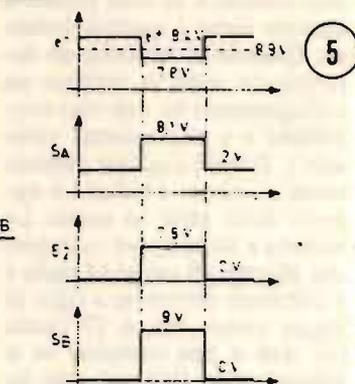

figura 5
b) PRINCIPIO DELLA DECODIFICA DELLE TASTIERE A 16 e 12 TASTI (figura 5)